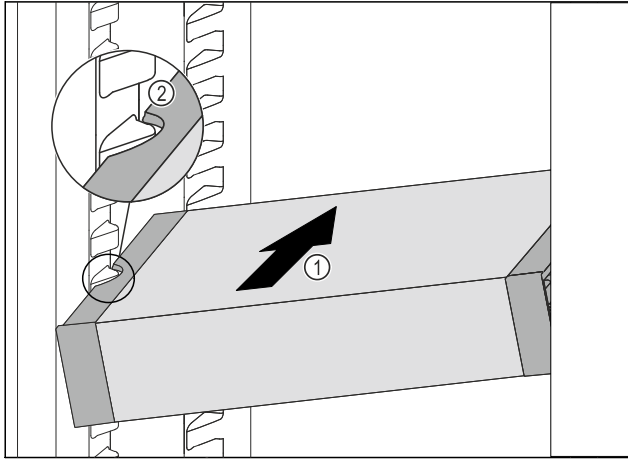

Fig. 84
- ▶ A VarioSafe fiókot ferdén tolja be a hűtőrészbe Fig. 84 (1) annyira, hogy a VarioSafe oldalsó kivágásai Fig. 84 (2) a hűtőrészben a tartóborða magasságában legyenek.